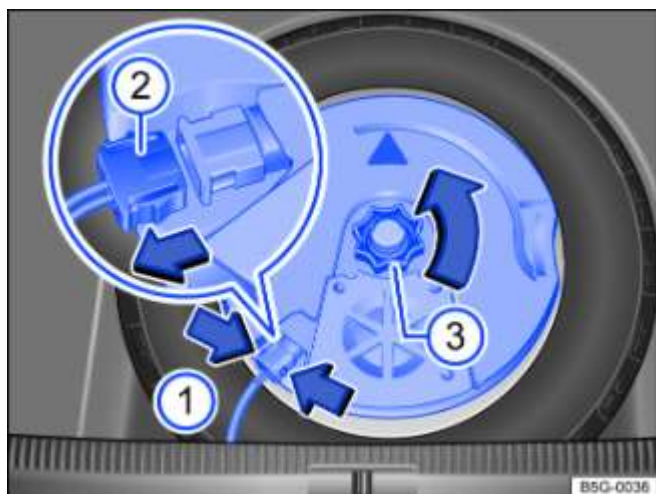

Fig. 206 Dans le coffre à bagages : dépose du caisson de graves (variante 1)
- Pour déverrouiller le connecteur → Fig. 206 (2), comprimez les ergots de fixation → Fig. 206 (flèches 1).
- Débranchez le connecteur → Fig. 206 (2) dans le sens de la flèche, puis posez le câble électrique débranché sur le côté.
- Dévissez la molette → Fig. 206 (3) en la tournant dans le sens de la flèche.
- Branchez le connecteur → Fig. 206 (2) jusqu'à ce qu'il s'encliquette de manière audible.
- Tournez la molette → Fig. 206 (3) de la goupille fileté dans le sens inverse de la flèche jusqu'à ce que le caisson de graves soit solidement fixé.